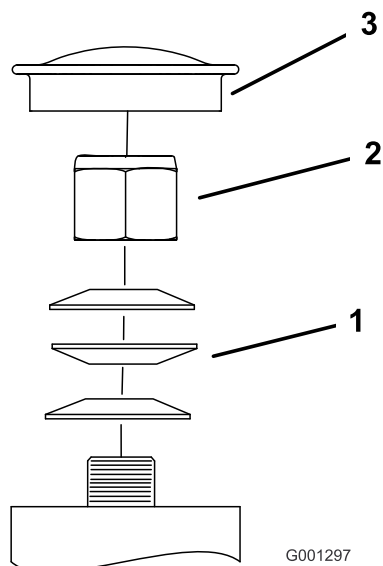
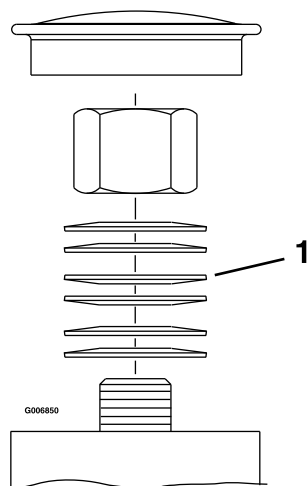

Figura 45
Figura 46
3. Retire el tapón guardapolvo de la rueda giratoria y apriete la contratuerca (Figura 45 y Figura 46).
4. Apriete la contratuerca hasta que las arandelas de muelle estén planas, luego afloje 1/4 de vuelta para establecer la pre-carga correcta de los cojinetes (Figura 45 y Figura 46).
Importante: Asegúrese de que las arandelas de muelle estén correctamente instaladas, según se muestra en Figura 45 y Figura 46.